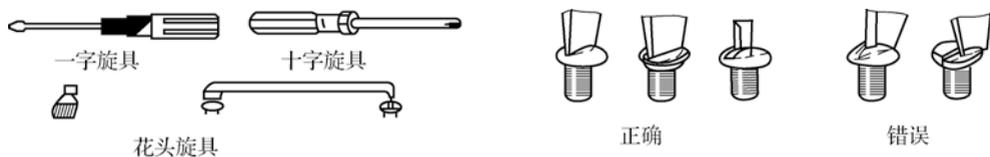

图 1-9 旋具的使用
③ 扭力扳手的使用。扭力扳手是一种可读出所施力矩大小的专用工具。通常可分为指针式扭力扳手和预调式铰接扭力扳手两种。扭力扳手不可在过载情况下使用,也不可受重物的撞击或挤压,以防指针变形影响精度。
④ 内六角扳手的使用。内六角扳手用来拆装内六角螺栓(螺塞),使用时必须与螺母的尺寸相符合,以免损坏内六角螺栓头部的内六角环孔。
(2) 旋具的使用。旋具有一字旋具、十字旋具、花头旋具三种。在汽车维修中,旋具用来旋松或旋紧头部带有沟槽的螺钉。旋具的使用如图 1-9 所示。